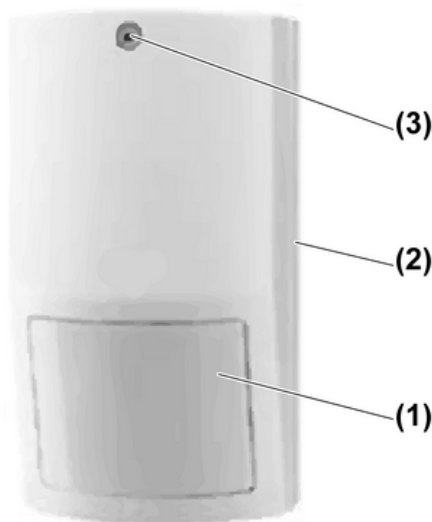

Bild 1
- Zentralschraube (3) lösen (Bild 1).